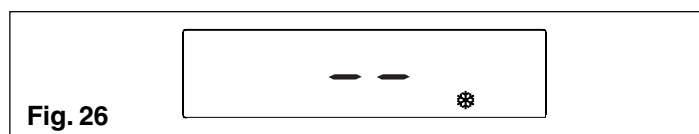

Fig. 26
- anti-frost (fig. 26): når vandtemperaturen i kedlen er mindre end sikkerhedsværdien, kører pumpen og brænderen på minimum for at øge vandtemperaturen til sikkerhedsværdien (35 °C). Symbolet (❄️) vises i displayet.